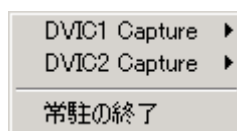

図 2-20.ドライバ選択
- (1) ビデオキャプチャアプリケーションが起動されていない事を確認します。ビデオキャプチャアプリケーションが起動されている場合は終了させてください。
- (2) タスクバーアイコンをクリックすると、図 2-20.のドライバ(ボード)選択ウィンドウが表示されます。